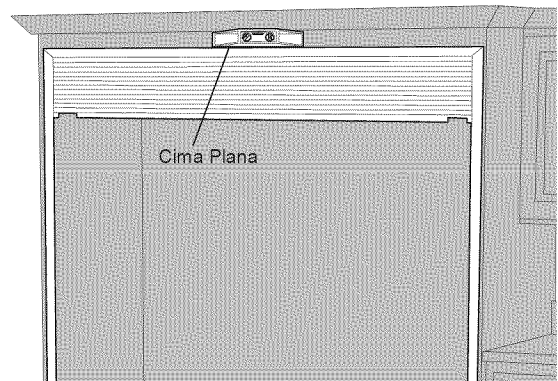

Figura 7
- Asegurándose de que el marco quede al ras de la superficie frontal del armario, inserte cuidadosamente un tornillo de montaje (M) a través del agujero del centro de la moldura superior (A), hasta que entre en el armario. **NO APRIETE EL TORNILLO EN ESTE MOMENTO.**
- Nivele la parte superior del marco de moldura usando un nivel de carpintero. Véase la figura 7.